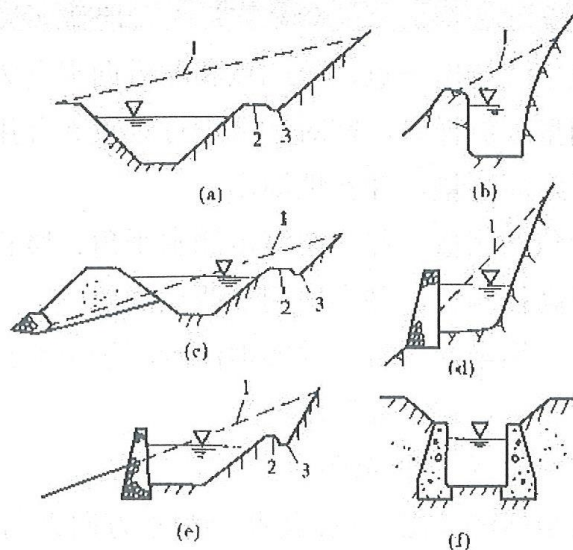

图 1
- 2-10 根据图 1 所给图形，试述 1、2、3 分别代表什么？六个渠道分别是什么地基基础？